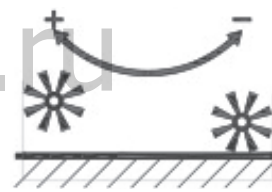

Рис. 12
- Для достижения наилучших результатов и увеличения срока службы вашего изделия производите регулировку прижима щетки по мере ее износа (Рис.12).